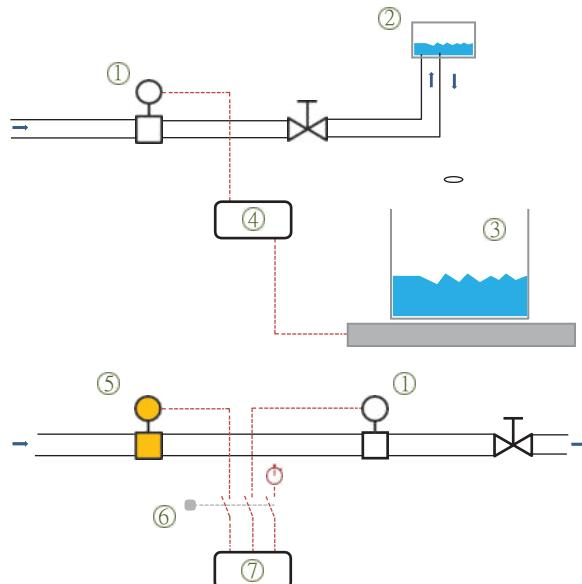

Рис. 2.15
Калибруемый расходомер (1), иногда в общих чертах называемый проверяемым устройством (DUT), подключается к эталону (рисунок 2.15). Здесь показаны весовой резервуар (3) и эталонный измеритель (5). В обоих случаях ссылка и DUT должны быть соединены последовательно, и между ними не должно быть утечек или сдвига температуры. Калибровка может быть "статической", когда поток останавливается до и после каждого запуска. Или, она может быть "динамической", где поток работает непрерывно. Переливное устройство (2) или перекрывающий клапан управляет подачей в резервуар. Для динамической калибровки перекрывающей клапан также управляет записью сигнала (4), аналогично системе эталонного счетчика (7). Синхронизированная запись (6), включая измерение времени, требуется при использовании образцового расходомера для динамической калибровки.